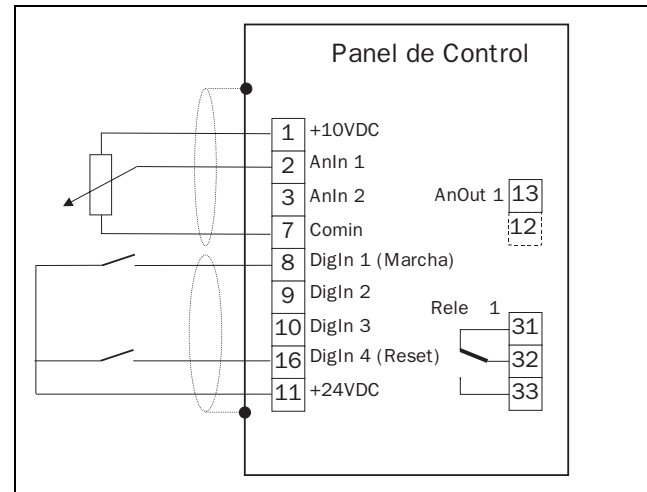

Fig. 2 Cableado de control mínimo
- Para poner en marcha el motor, debe haber un valor de referencia y también una orden de marcha. Véase también la Fig. 2.
La Fig. 2 muestra el mínimo cableado de control necesario para empezar. La entrada AnIn1 se utiliza con un potenciómetro de 2 k Ω Una orden de Run (Marcha) puede darse en las entradas (DigIn1) para poner en marcha el variador. El potenciómetro funcionará como referencia de la frecuencia (predeterminado).